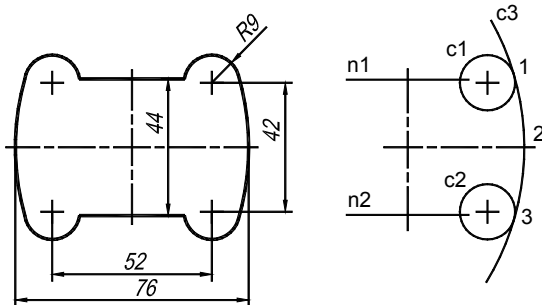

Рис. 1.9. Контур основания
- ❑ `array \ Polar Array` (Круговой массив) \ укажите элементы профиля одного шлица \ 0,0 — центр массива \ 12 — количество элементов массива \ 360 — угол заполнения массива \ режим **Rotate Items as Copied** (Поворачивать при копировании) \ ОК — построено шлицевое отверстие (см. рис. 1.9, в);
Приводимые на рис. 1.9...1.11 контуры предназначены для построения корпусной детали, рассматриваемой в главе 7. В то же время они являются характерными, их форма качественно повторяется во многих примерах.
Особенностью контура (рис. 1.9) является сопряжение окружностей  $c1$  и  $c2$  дугой окружности  $c3$ , которая должна проходить через заданную точку 2: